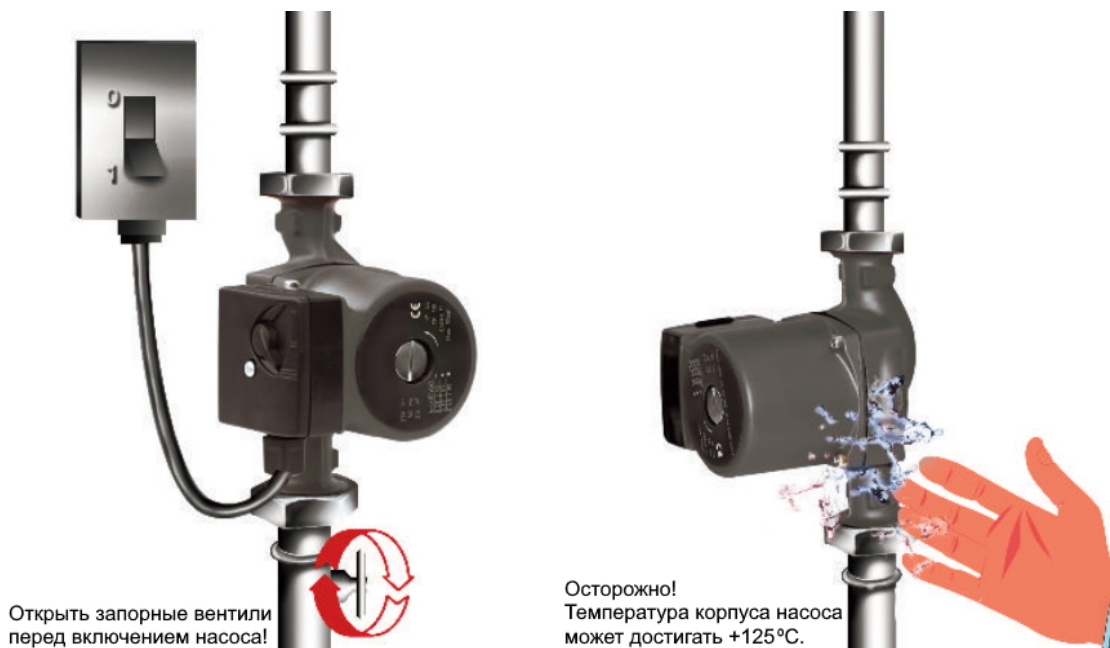

Рис. 1
- 6.1. Открыть запорные вентили на входе и выходе насоса (рис. 1).